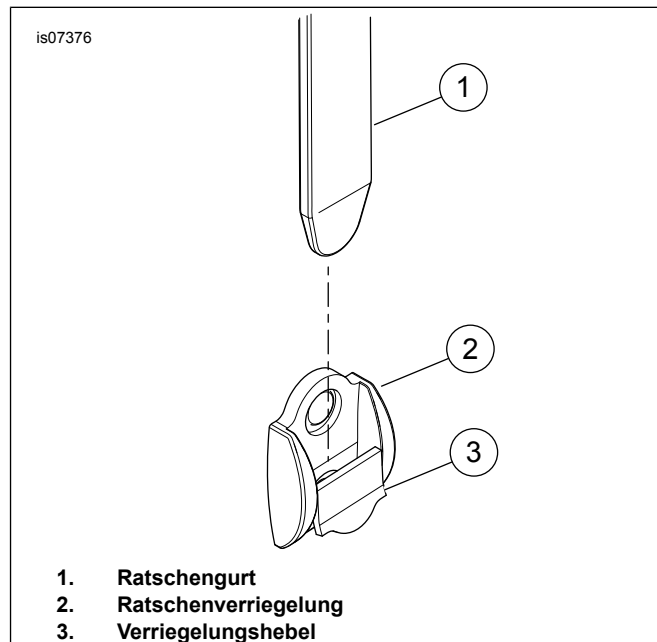

Abbildung 1. Ratschenverriegelung
1. Siehe Abbildung 1. Beide Satteltaschendeckel-Gurte vom Magnetschnappverschluss heben, um die Ratschenverriegelungen (2) freizulegen.
2. Die Verriegelungshebel (3) anheben, um die Ratschengurte (1) aus der Verriegelung freizugeben. Den Vorgang für die zweite Ratschenverriegelung wiederholen.
1. Siehe Abbildung 1. Jeden Satteltaschendeckel-Gurt vom Magnetschnappverschluss heben, um die Ratschenverriegelungen (2) freizulegen.
2. Die Verriegelungshebel (3) in die geschlossene Stellung drücken.
3. Die Ratschengurte (1) ausrichten und anschließend in die Deckel der Verriegelungen (2) einsetzen.